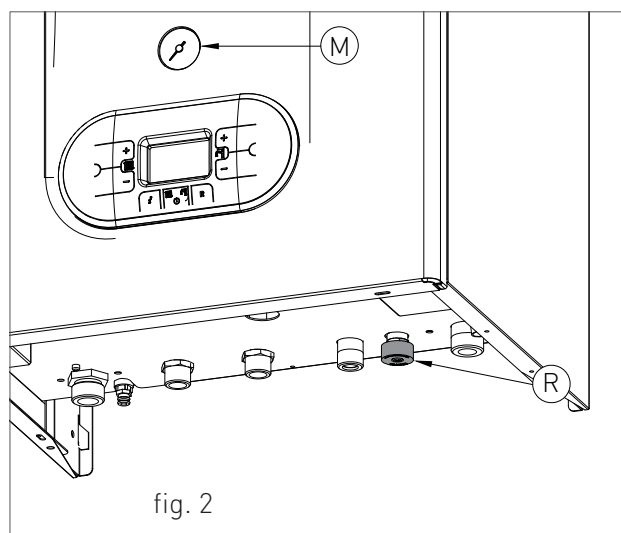

fig. 2
Per il posizionamento, operare come segue (vedi fig. 2):
3. aprire il rubinetto di carico "R" (fig. 2);
5. controllare attraverso il manometro "M" (fig. 2) che la pressione dell'impianto raggiunga 1.2 bar (fig. 4);
6. ad operazione avvenuta, assicurarsi che il rubinetto di carico "R" (fig. 2) sia ben chiuso.